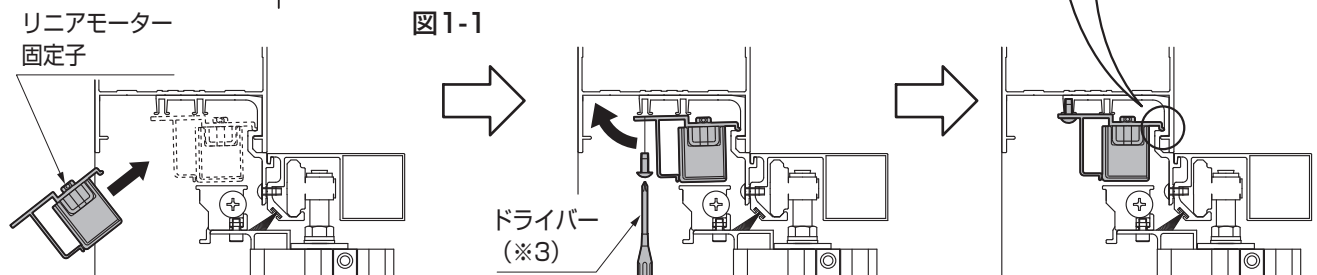

図1-3
- 【1-3】は必ずドライバーを手回し(※3)で取付けてください。電動ドライバーは使用しないでください。(図1-3参照)